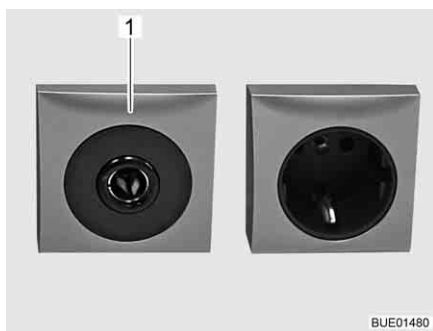

Fig. 102 Prise de courant 12 V/10 A
- ▷ Ne brancher aux prises de courant (Fig. 102,1) du réseau de bord 12 V que des appareils de maximum 10 A.